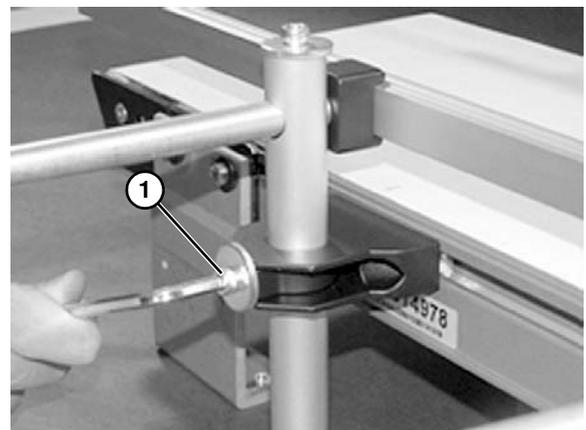

Figura 26
7. Ajuste la altura del raíl con el tornillo inferior (Figura 26, artículo 1).